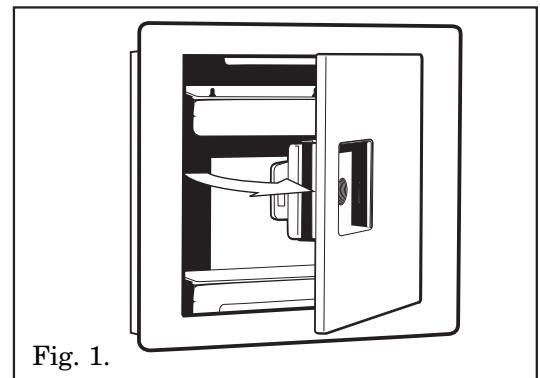

Fig. 1.
2. Use included sketches (see Figs. 1 & 2) to cut out small and large wall safe openings using the jig saw.
2. Utiliser les croquis joints (voir fig. 1 & 2) afin de découper l'ouverture, où on veut encstrer le coffre-fort, dans le mur à l'aide de la scie à chantourner.
2. Utilizar los diseños adjuntos (ver fig. 1 & 2) con el fin de efectuar con la sierra la apertura en la pared donde colocará la caja de seguridad pequeña o grande.
1. Open the Safe door as shown in Fig. 1.